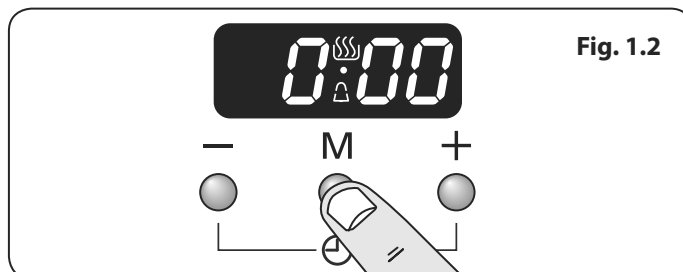
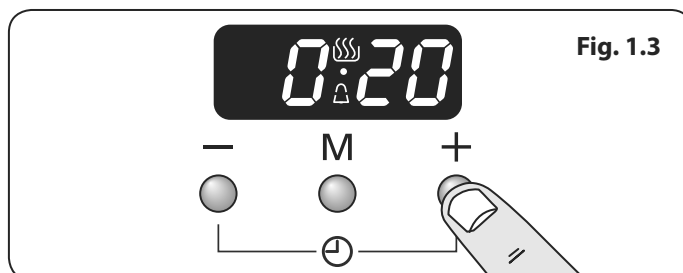

Fig. 1.2
Fig. 1.3
1. Appuyer sur le bouton mode [M] une fois (**Fig. 1.2**). Le symbole de la cloche [🔔] clignotera sur l'écran. Sélectionner le compte à rebours souhaité entre 00.01 h et 23.59 h à l'aide du bouton [+] (**Fig. 1.3**). Le compte à rebours débutera automatiquement et le symbole [🔔] s'affichera à l'écran.